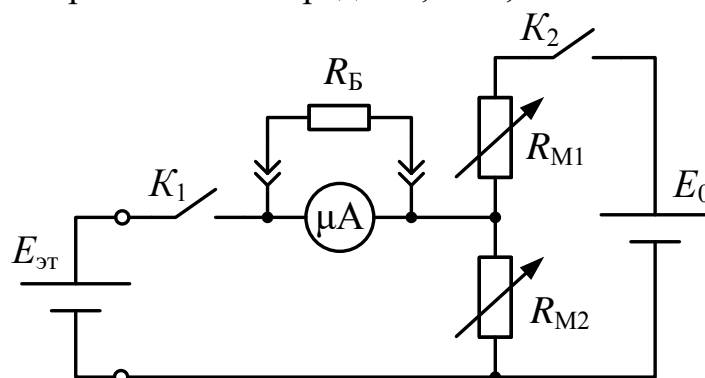

Рис. 1.11
4.1.1. Соберите схему, приведенную на рис. 1.11. В качестве E_0 используйте регулируемый источник питания (ИП). Балластное сопротивление R_B включите в схему с помощью проводов со штыревыми контактами. Ключи K_1 и K_2 установите в разомкнутое положение (рычажки вниз). Занесите в тетрадь значение ЭДС эталонного источника $E_{\text{эт}}$.